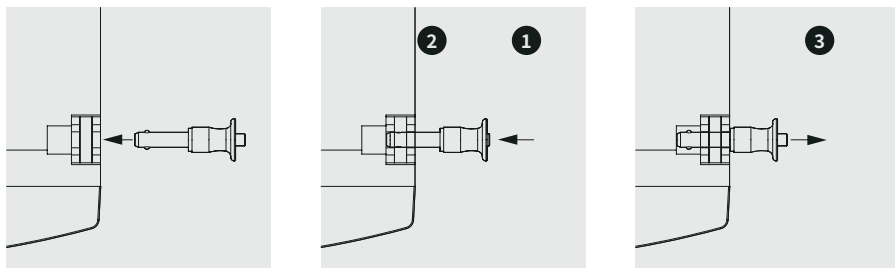

图 6. M系列产品中安全插销的操作过程
- 安全插销:6 mm 不锈钢球形锁定销,用于在各音箱之间进行安全锁定,具体操作步骤如前文图6所示。